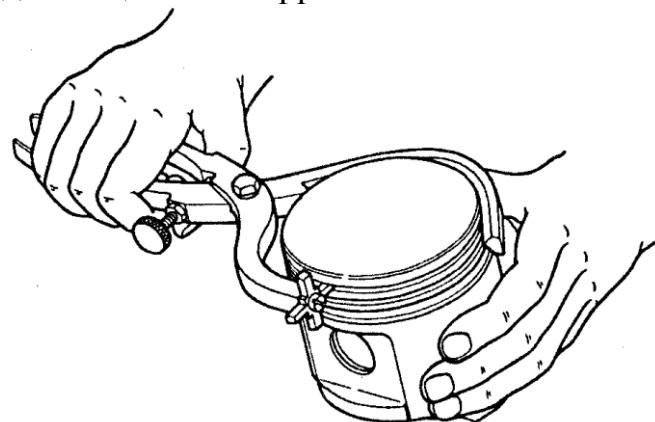

Рис.41. Очистка канавок поршневых колец от нагара
**Поршни** предварительно необходимо опустить в керосин или растворитель, а затем удалить нагар скребками или щетками. Особенно тщательно надо очищать от нагара канавки под поршневые кольца (рис.41). Ширина скребков приспособления должна соответствовать ширине канавок поршня. При очистке надо соблюдать осторожность, чтобы не повредить стенки кольцевой канавки. Очистку отверстий для слива масла производить при помощи сверла диаметром 2,5 мм.